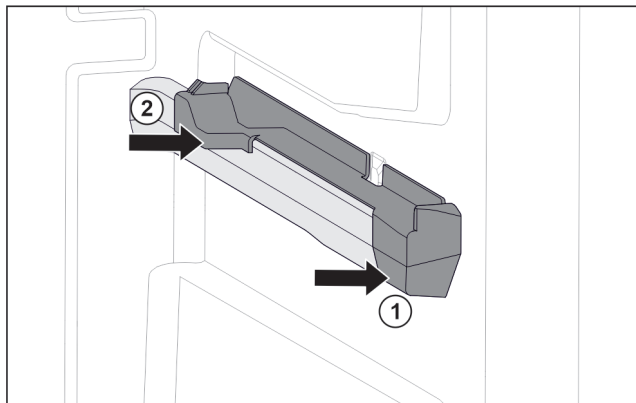

Fig. 131 Natični dio na desnom žlijebu spremnika
- ▶ Postavite natični dio sprijeda na žlijeb spremnika. Fig. 131 (1)
- ▶ Pritisnite natični dio straga. Fig. 131 (2)